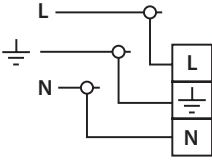

Рис. 1
3. Подсоедините подготовленные концы проводов к проводам светильника обозначенным L, N, ⊕ способом доступным «Правилами устройства электроустановок». WOLTA® рекомендует применять клеммные колодки (Рис. 1).